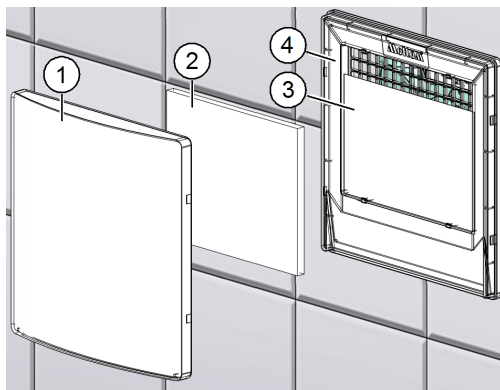

Рис. 12: заменить фильтр и регулировочное полотно
- ▶ Возьмитесь за один из нижних уголков крышки всасывания (поз. 1 на рис. 12) и снимите ее с держателя фильтра (поз. 4 на рис. 12).
- ▶ Выньте использованный фильтр (поз. 2 на рис. 12).
- ▶ Замените при сильном загрязнении также регулировочное полотно из флиса (поз. 3 на рис. 12, только для вентиляторов с расходом воздуха 60 м³/ч и боковой вытяжкой)